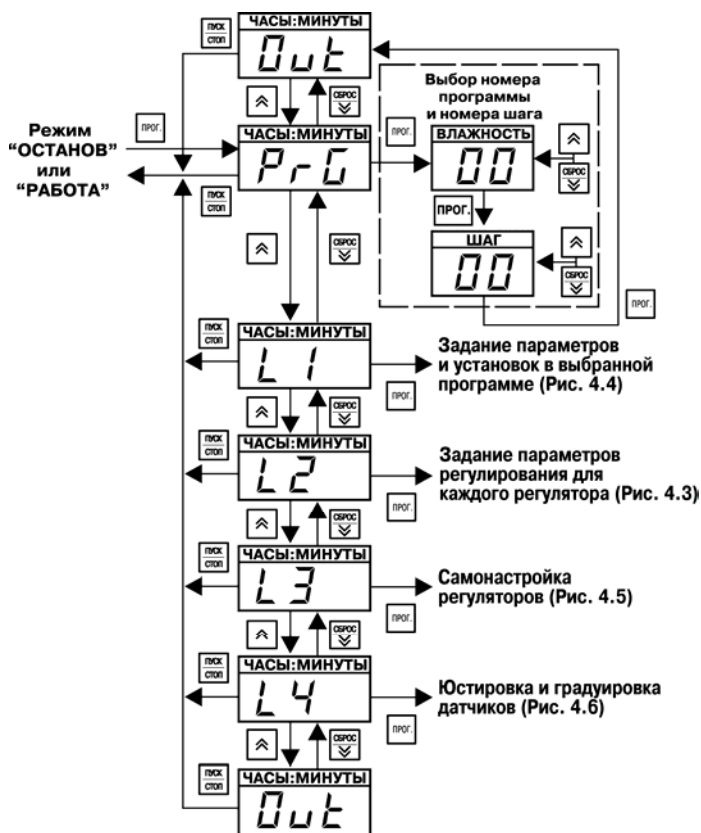

Рис. 4.2. Основное меню режима ПРОГРАММИРОВАНИЕ
4.2.2.1. **Схема основного меню режима ПРОГРАММИРОВАНИЕ**, а также меню подрежима выбора программы для исполнения изображены на рис. 4.2. По вертикали расположены изображения того, что индицируется на верхнем индикаторе «ЧАСЫ:МИНУТЫ». Линии со стрелками указывают направления перехода с одного уровня программирования на другой, изображения кнопок около линий показывают, с помощью какой кнопки можно перейти с уровня на уровень.
Для выбора уровня программирования необходимо после появления сообщения «**PrG**» (см. рис. 4.2) нажать кнопку  (вверх), прибор перейдет на уровень L1; дальнейшее нажатие этой кнопки позволяет последовательно перейти на уровни программирования L2, L3, L4 и далее – в «нижнее» состояние «**Out**» основного меню (означает окончание списка параметров, в данном случае – списка уровней программирования). При этом на индикаторе «ЧАСЫ:МИНУТЫ» высвечивается наименование каждого уровня и состояния.
Нажатием кнопки  (вниз) осуществляется обратный переход от уровня L4 к уровням L3, L2, L1, «**PrG**» и далее – в «верхнее» состояние «**Out**» основного меню (см. рис. 4.2).
необходимо после появления сообщения «**PrG**» (см. рис. 4.2) нажать кнопку  . Прибор перейдет в подрежим выбора программы (шага) для исполнения (см. рис. 4.2, справа вверху обведенную пунктиром часть схемы). При этом на индикаторе «ВЛАЖНОСТЬ, %» индицируется номер программы.
Если программа должна выполняться не с первого шага, то, нажав кнопку  (см. рис. 4.2), устанавливают кнопками  (вверх) или  (вниз) номера шага, с которого начнется выполнение программы; при этом на индикаторе «ШАГ» высвечивается номер шага. Для выхода из подрежима выбора программы (шага) для исполнения надо нажать кнопку
на мигающем «L2», нажать кнопку . На сдвоенном индикаторе «ЧАСЫ:МИНУТЫ» будет гореть надпись «Cod», на индикаторе «ПАРАМЕТР» будет мигать произвольное число (на рис. 4.2 число «000» изображено условно), на самом нижнем индикаторе отображается обозначение уровня L2.